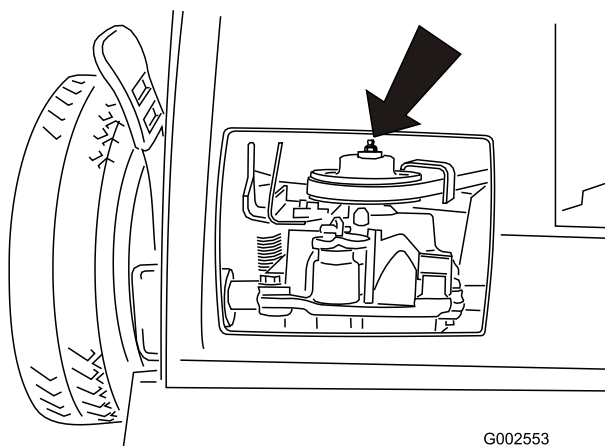

Figura 22
2. Montate un ingrassatore a pressione sul raccordo di ingrassaggio nell'apertura del paracinghia (Figura 22).